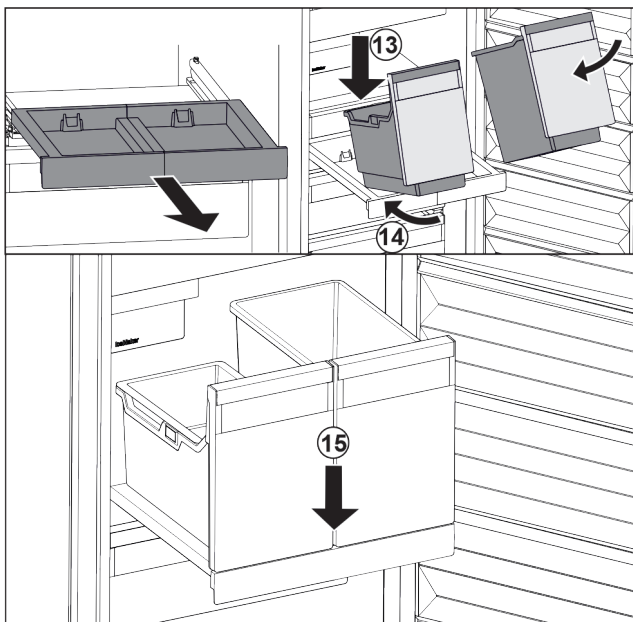

Fig. 86
- ▶ Applicare i contenitori in modo inclinato sul ripiano estraibile. Fig. 86 (13)
- ▶ Inserire il contenitore in modo inclinato verso la parte posteriore. Fig. 86 (14)
- ▶ Abbassare il contenitore nella parte anteriore. Fig. 86 (15)